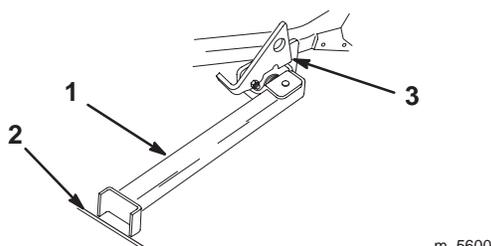

Figure 25
4. Posez le pied du support sur le sol et appuyez le verrou sur la languette de pivot (Fig. 25).
**Remarque :** Pour de meilleurs r sultats, placez le pied du support dans des anfractuosit s du trottoir ou du gazon (Fig. 25).
6. Montez la machine sur le support. Arr tez-vous quand le verrou retombe sur la languette en position verrouill e (Fig. 25). Lorsque la machine est sur le support, serrez le frein de stationnement et arr tez le moteur.